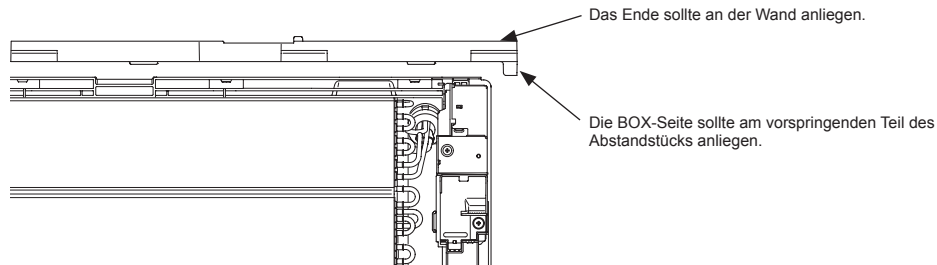

Fig. 4
- 2) Legen Sie das Abstandstück auf die Oberseite der BOX und fixieren Sie es vorübergehend mit Klebeband. (Fig. 4)